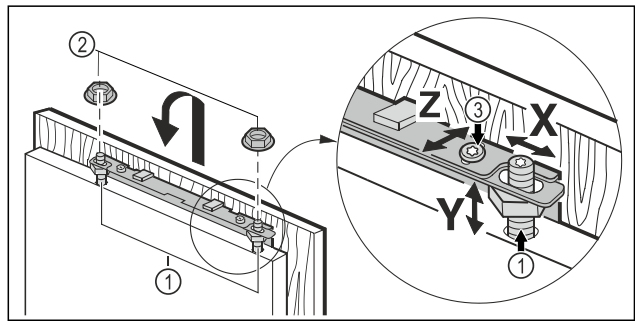

Fig. 46
- ▶ Zavěste nábytková dvířka na ustavovací čepy Fig. 46 (1) a pojistné matice Fig. 46 (2) a na ně volně našroubujte pojistné matice.
- ▶ Nábytkové dveře vyrovnejte ve výšce Y a ve stranovém sklonu: Ustavovací čepy Fig. 46 (1) nastavte šroubovákem.
- ▶ Pojistné matice Fig. 46 (3) dotáhněte.